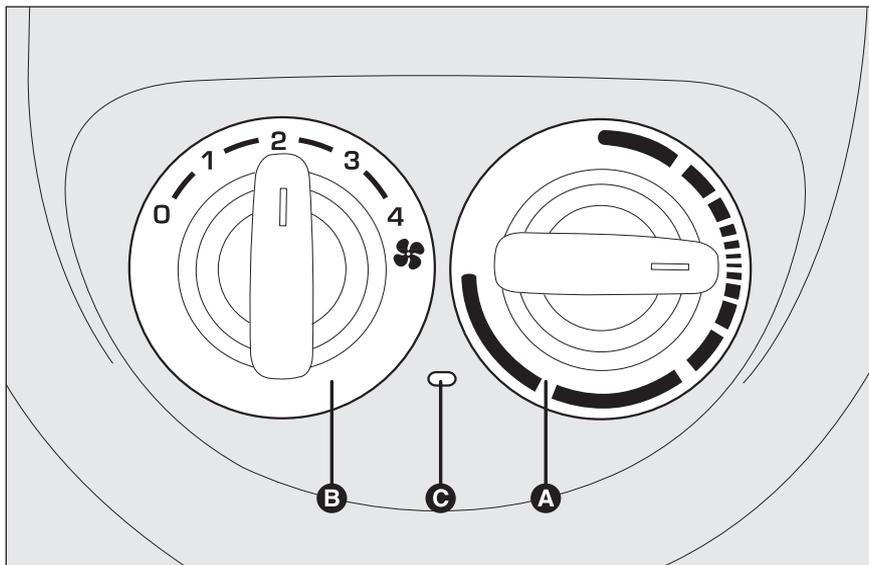
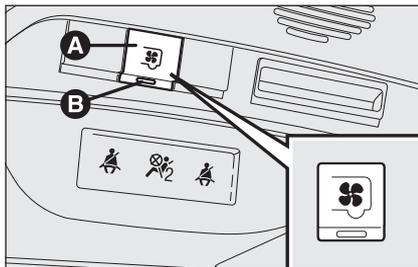

рис. 51
рис. 52
РЕГУЛЯТОРЫ рис. 51
Для включения климат-контроля нажмите кнопку **А-рис. 52**.
После включения одновременно загорается световой индикатор **В-рис. 52** на самой кнопке и **С-рис. 51** между регуляторами.
Для отключения климат-контроля снова нажмите кнопку **А-рис. 52** (для подтверждения отключения два световых индикатора погаснут).
- включите кондиционер кнопкой **А-рис. 52**; в кнопке **В** загорается контрольная лампа;